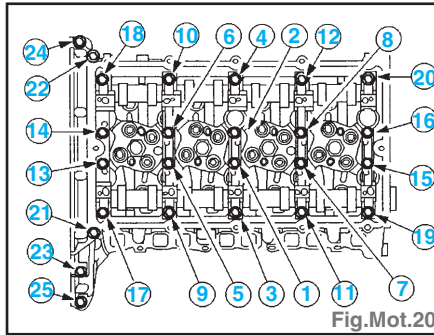

Fig.Mot.20
- Poser le support d'arbres à cames (Fig.Mot.20).